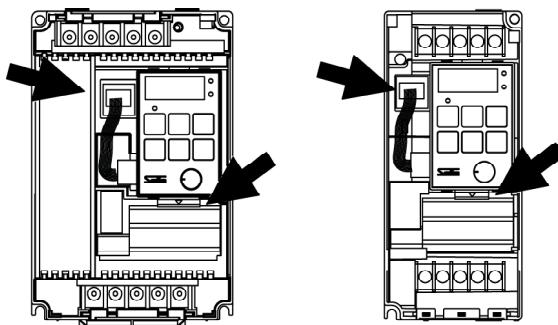

图3-5 操作面板的拆卸
(1) 拆卸方法
首先，依3-3 (1) 的方法将前盖板取下，再将操作面板连接电线的本体侧的连接件（图3-5）拆下。
然后，将操作面板下侧的挂钩下按（图3-5），即可拆下面板。